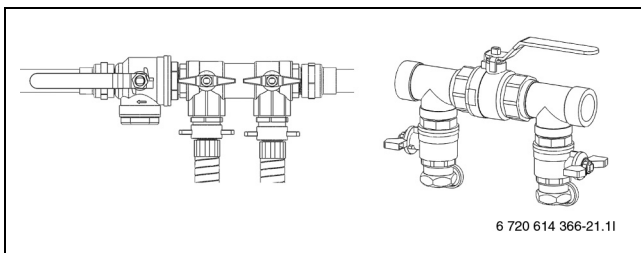

Bild 25 Befülleinrichtungen in Normalposition
- Ventile der Befülleinrichtung in die Normalposition stellen (→ Bild 25) und Pumpe der Befüllstation abschalten.